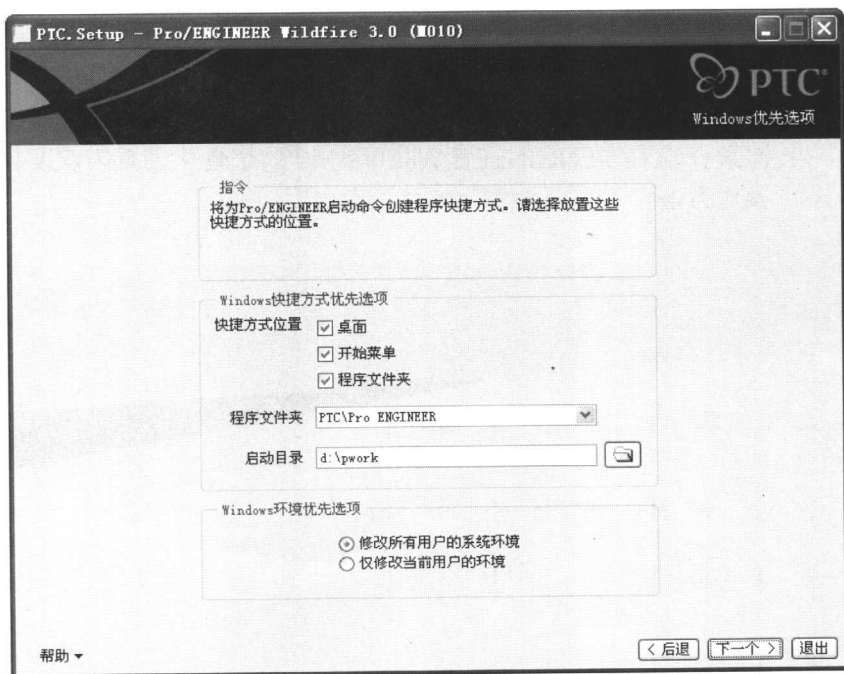

图 1.1.1 在【Windows 快捷方式优先选项】中设置启动目录
1. 安装 Pro/ENGINEER Wildfire 3.0 时,用户可通过如图 1.1.1 所示的安装步骤中的【Windows 快捷方式优先选项】来设置启动目录。